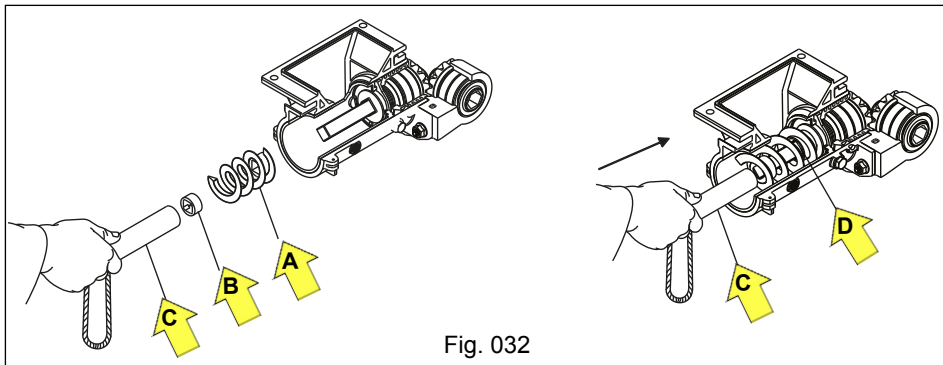

Fig. 032
c) Após a limpeza ou substituição, coloque a rosca sem fim "A", juntamente com o anel trava "B", através do tubo fixador "C", observando que a rosca sem fim e o anel trava fique bem posicionados na base do eixo acionador "D" (Fig. 032).